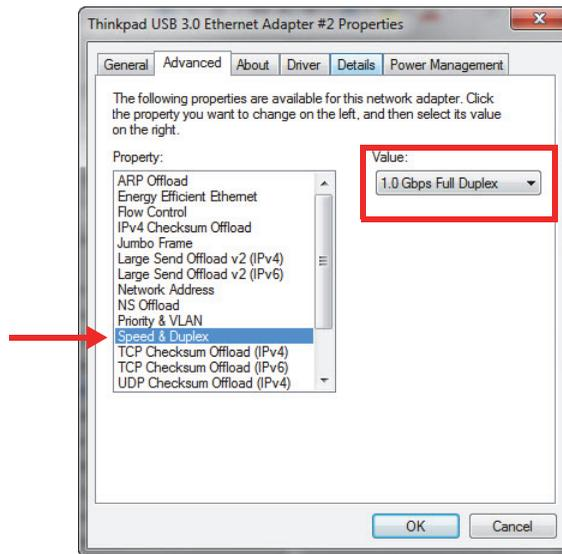

Figura 1-9 Proprietà Speed & Duplex
6. Nella scheda **Advanced** (Avanzati), selezionare **Speed & Duplex** (Velocità e duplex) e in seguito selezionare **1.0 Gbps Full Duplex** (Full Duplex 1,0 Gbps) [vedi Figura 1-9 a pagina 31].